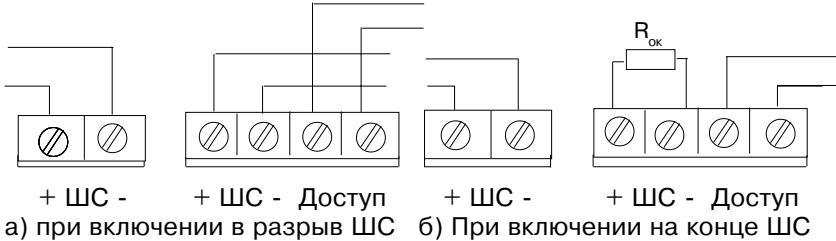

Рис.4
- Без дополнительной настройки можно включать в ШС ПКП типа: "Дюна-1" - до 2 извещателей, "Сигнал-ВК" - до 4 извещателей, "Нота" - до 3 извещателей. Схема подключения приведена на рис.4.
- выполните соединения согласно рис.4;